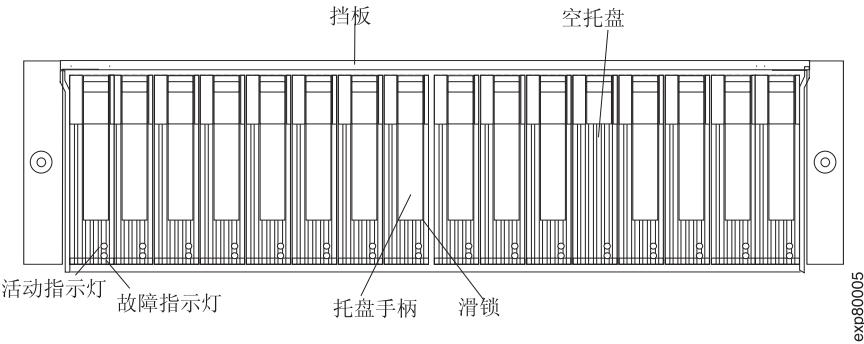

图 34. 热插拔 E-DDM 指示灯
2. 检查图 34 中显示的故障指示灯。如果有任何淡黄色指示灯点亮, 请参阅第 87 页的『解决问题』。